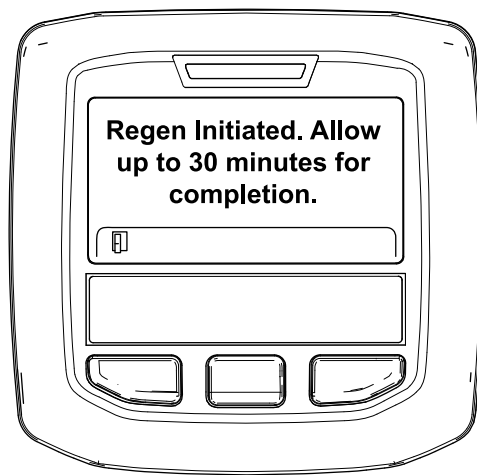

図 36
- 再生許可の場合には Regen Initiated 再生を開始しましたと表示。再生が終了するまで、最大 30 分間が必要。終了まで待つ 図 36。